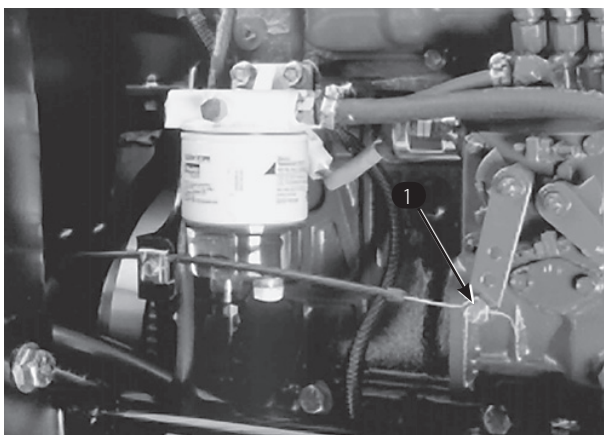

図 53
2. 噴射ポンプのレバー・アーム (図53) の部分にあるスロットル・ケーブルのコネクタをゆるめる。